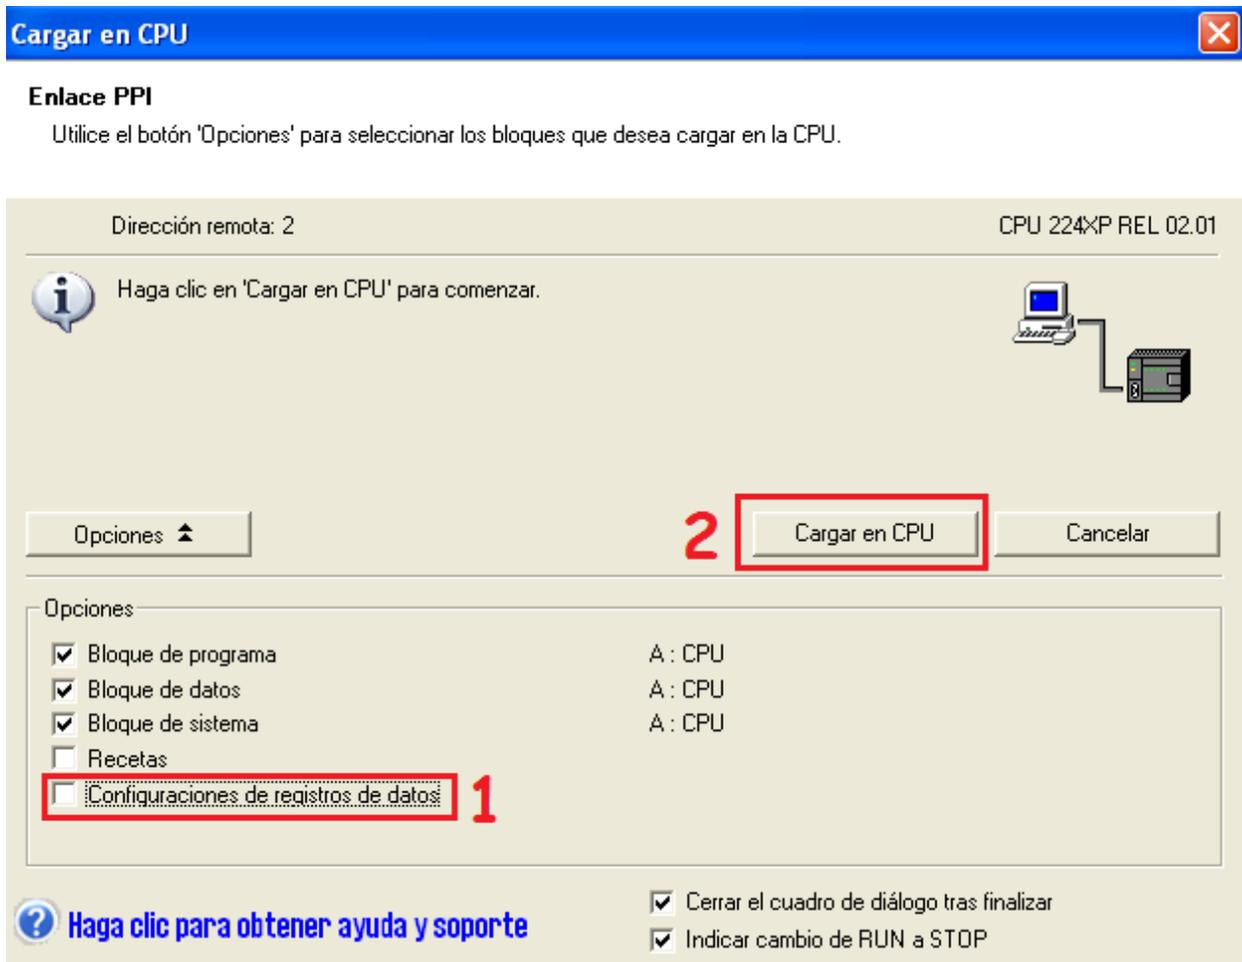

Imagen 16.
4.10. A continuación, desmarque la opción “Configuraciones de registros de datos” y haga clic en “Cargar en CPU”. El programa pedirá autorización para realizar la carga en modo STOP. Acepte y espere mientras el programa carga. (Ver imagen 16)